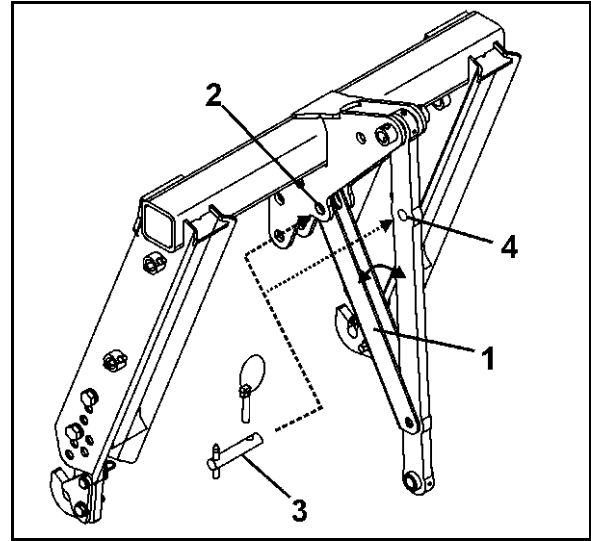

Fig. 43
3. Emniyet desteği(Fig. 43/1)
- o taşıma pozisyonuna (Fig. 43/2) döndürülmelidir.
- o park konumuna (Fig. 43/4) döndürülmelidir.
4. Emniyet desteği pimlerle (Fig. 43/3) takılmalı ve kapalı soketle emniyete alınmalıdır.